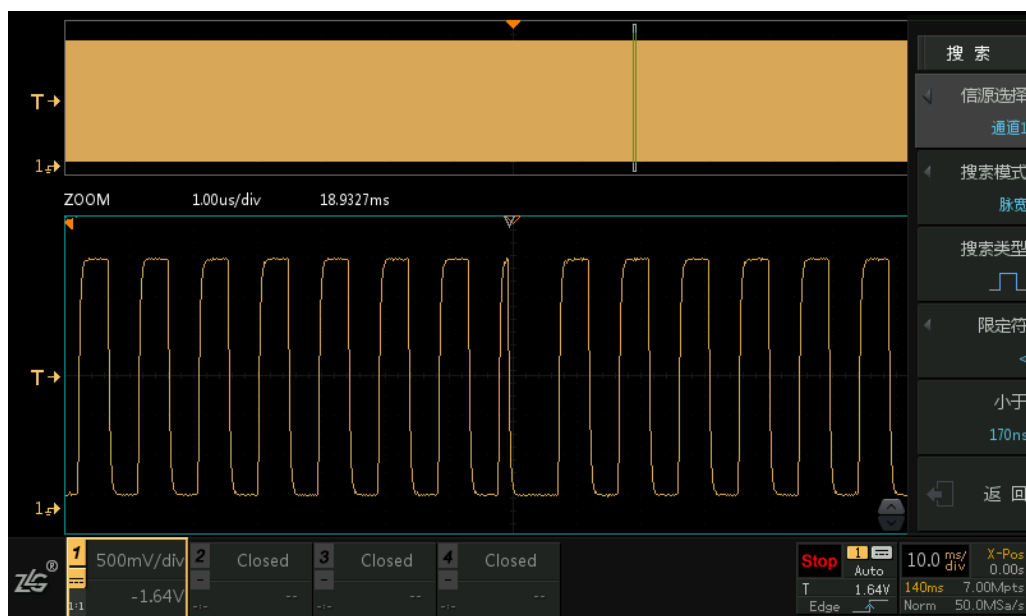

图 13.7 搜索结果放大
- 7、点击【Stop】，在停止状态下，将水平时基慢慢调小即顺时针旋转旋钮 A 调节到可清楚看见搜索的毛刺信号位置，如图 13.7；